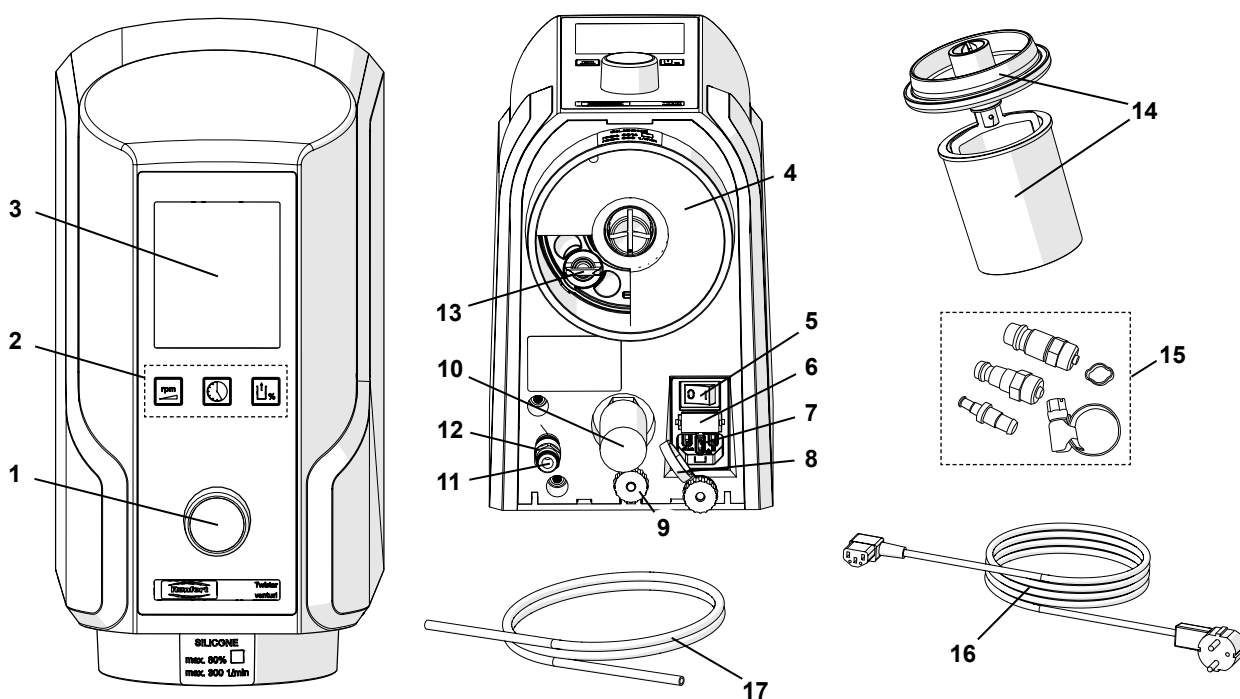

Fig. 1
- ⇒ Introduire le tuyau à air comprimé (17) jusqu'au bout dans la prise du tuyau filtre d'entrée (11) jusqu'à la butée en surmontant sensiblement une légère résistance. Lors de cette opération, il faut pousser au-delà d'une légère résistance.
- ⇒ Pour faire le raccordement au réseau d'air comprimé choisir dans le set (15, Fig. 1) joint le raccord symétrique adéquat et le fixer au bout du tuyau.
La mise sous tension et hors tension de l'appareil s'effectue sur l'interrupteur de l'appareil (5, Fig. 1). Après la mise sous tension, les derniers paramètres de mélange s'affichent à nouveau à l'écran. À la première mise sous tension, ce sont les réglages usine qui s'affichent (voir chap. 5.1).